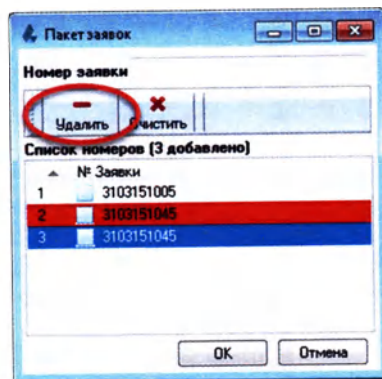

Рисунок 2.94
6. Для удаления номера из списка необходимо выбрать нужный номер и нажать кнопку «Удалить» (Рисунок 2.94):